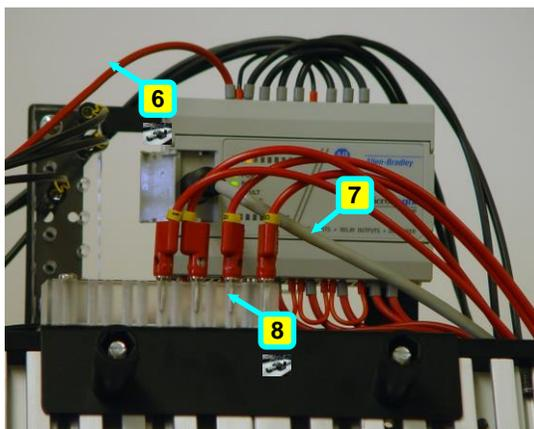

图4: PLC MicroLogix 元件
不用的电缆可以放在线架上(参考 # 8, 图4: PLC MicroLogix). 24VDC 电源应该连接到 HydraFlex 面板和 PLC MicroLogix.
1. 从 PLC MicroLogix 上, 连接黑色香蕉线电缆 (#5, 图 4), 标签标示为 (-), 连接到电源分配器上的黑色接口.
2. 从 PLC MicroLogix, 连接红色香蕉线电缆 (#4, 图 4), 标签标示为 (+), 连接到电源分配器上的红色接口.
3. 从 PLC MicroLogix 上, 连接红色 COM 电缆 (#6, 图 4), 标签标示为 COM 连接到电源分配器上的红色接口.